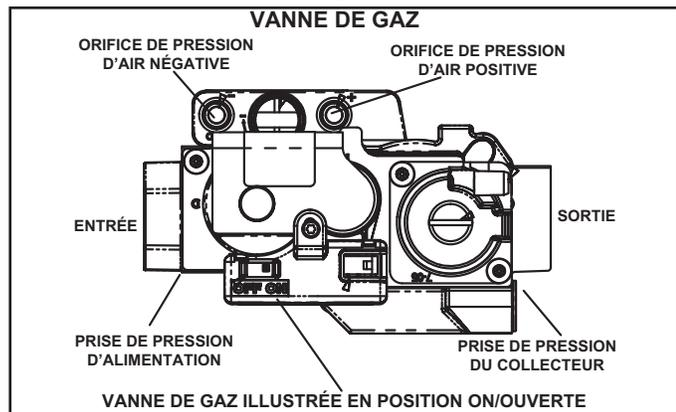

FIGURE 2
**Fonctionnement de la vanne de gaz (Figure 2)**
- 8 - Mettez l'interrupteur de la vanne de gaz sur ON/MARCHE. Reportez-vous à la figure 2.